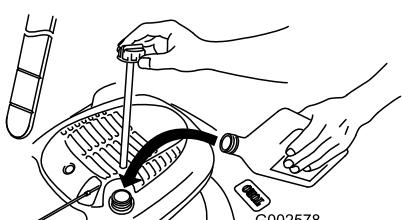

Figura 33
4. Vierta **lentamente** aceite en el tubo de llenado hasta que el nivel llegue a la marca **Full** de la varilla (Figura 33). **No llene demasiado.** (Capacidad máxima: 20 onzas, tipo: SAE 30W, aceite detergente con clasificación de servicio API SF, SG, SH, SJ, SL o superior.)